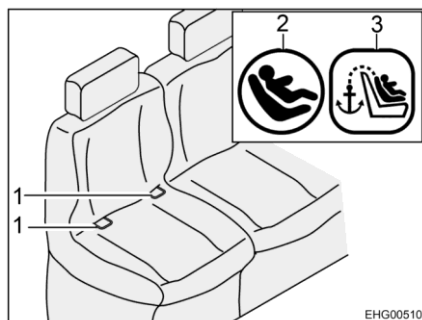
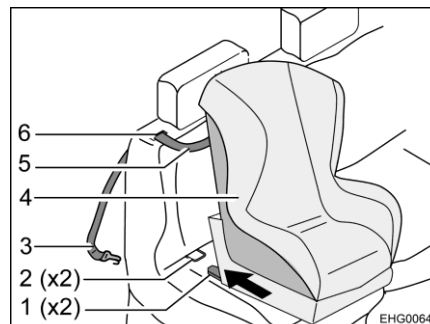

Fig. 12 Asiento con ISOFIX
Fig. 13 Fijación con Top Tether
- Pasar la correa Top Tether (Fig. 13,5) a través de la ranura (Fig. 13,6) en el cojín del respaldo (junto al reposacabezas).
- Enganchar el gancho de fijación (Fig. 13,3) en el punto de anclaje en el lado trasero del asiento del vehículo.
- Dejar que los brazos de enganche (Fig. 13,1) engatillen en los puntos de anclaje (Fig. 12,1 y Fig. 13,2). En esto, se deberá oír un clic distintivo.
- Con un fuerte tirón verificar que el asiento infantil (Fig. 13,4) esté firmemente fijado.